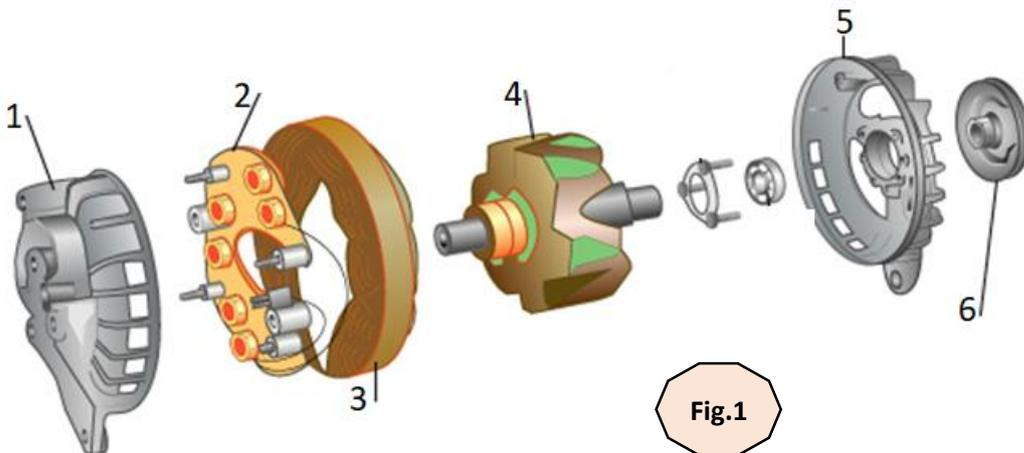

Fig.1
**Q2.** Identifier les éléments constitutifs de l'alternateur (**Fig.1**)
Q8. Citer trois contrôles à effectuer sur l'élément N°4 de la (Fig.1) :